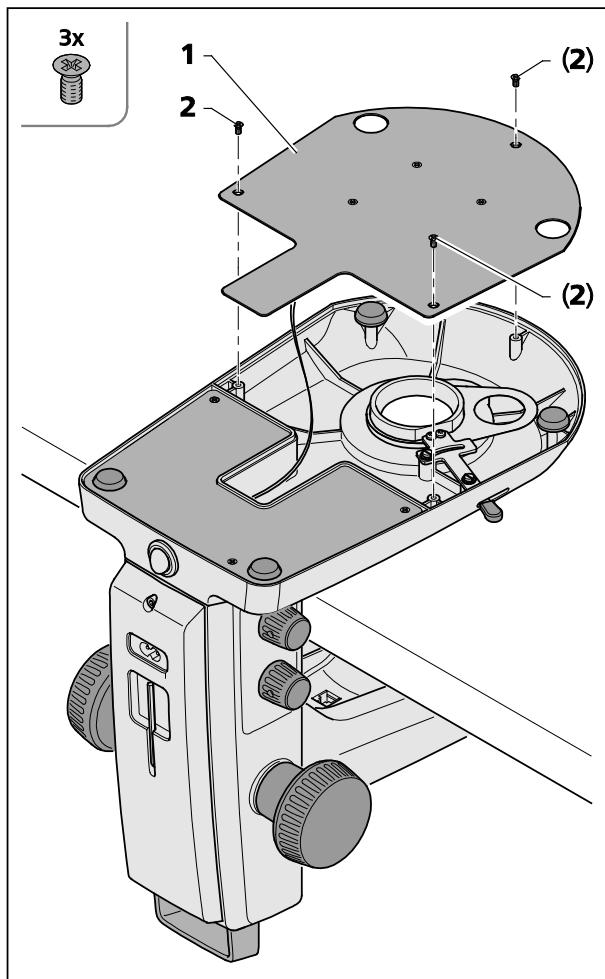

図 28 スタンド K EDU のスタンドカバープレートを開く
清掃する、あるいは誤って中に落ちた異物を取り除くために、スタンドカバープレート(図 28/1)を取り外すことができます。
- その際、3 本のプラスねじ(図 28/2)を外し、スタンドカバープレート(図 28/1)を慎重に外して脇に置きます。
- ケーブルがスタンドカバープレート(図 28/1)から外れないように注意してください。